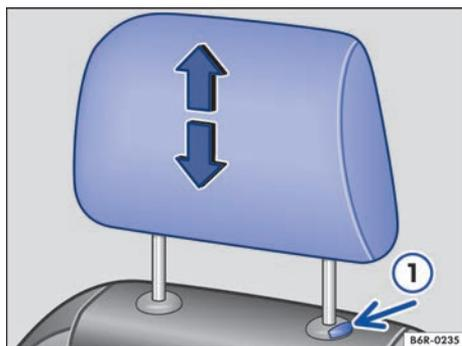

Fig. 82 Desmontar el apoyacabezas.
- Extraiga el apoyacabezas completamente a la vez que presiona la tecla → fig. 82 ①.